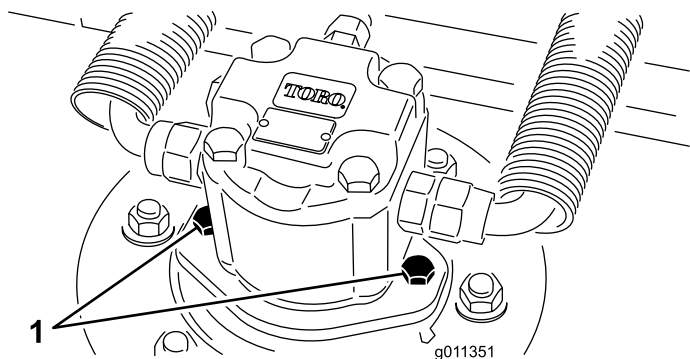

图 83
2. 从滚刀组中断开并取出液压马达图 83。盖住铰轴的顶部防止污染。
3. 将液压马达安装到滚刀组上图 83。确保 O 形圈到位且没有受到损坏。